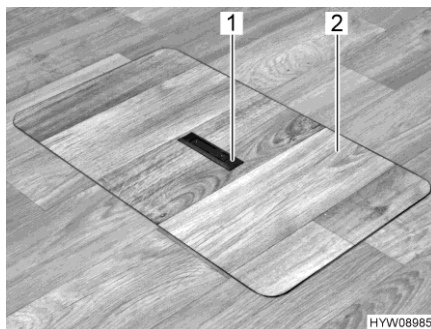
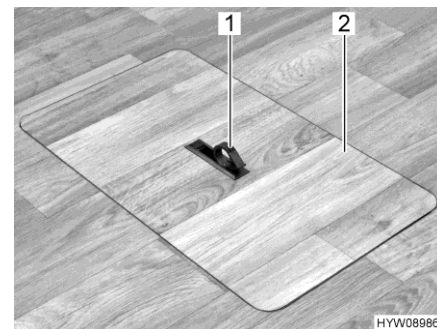

Bild 59 Lock för golvförvaringsfacket (handtag sänkt)
Bild 60 Lock för golvförvaringsfacket (handtag utsvängd)
- Tryck nedåt på ena sidan av gripplattan (Bild 59,1). Handtaget (Bild 60,1) svängs upp.
- Ta bort locket (Bild 60,2) uppåt.
- Sätt locket (Bild 60,2) i ramen i golvet.